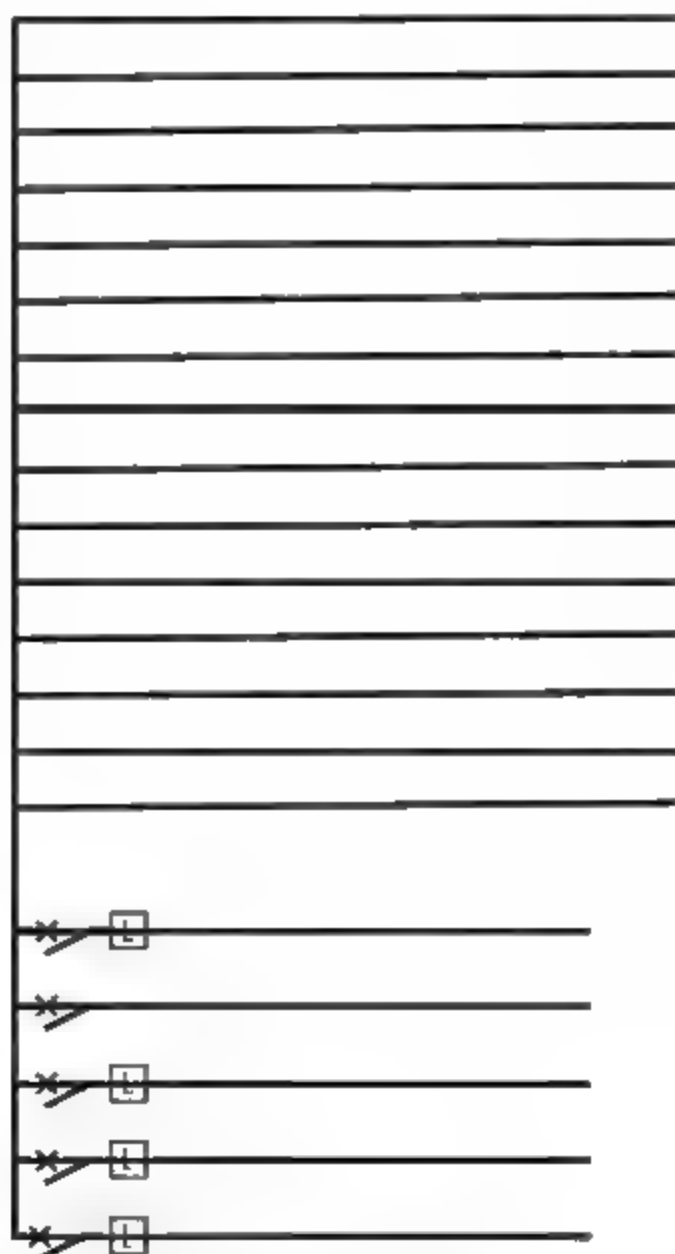

图13-3 布置元件
**02** 调入元件图块。打开本书配备资源中的“素材\第13章\电气图例.dwg”文件，从中选择开关、仪表图块，将其复制至系统图中，如图13-3所示。